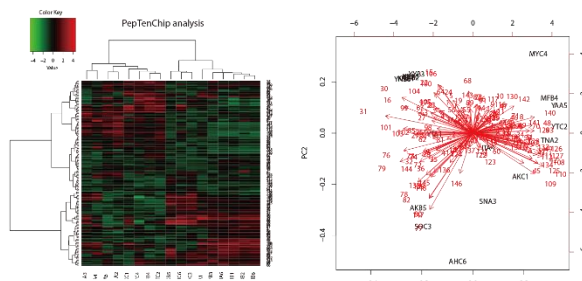
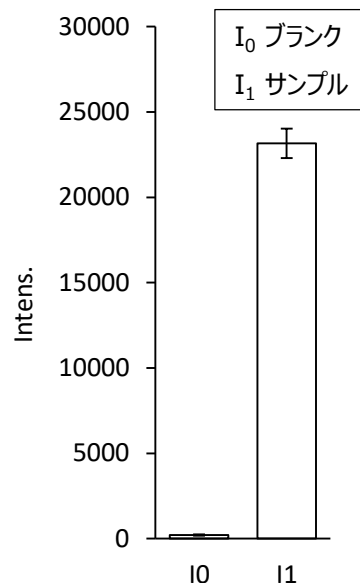

図6 応用例 ヒートマップと主成分分析
図5 蛍光強度の比較
6. 蛍光強度の比較など実験の目的に応じた解析を行う。(図5, 図6)